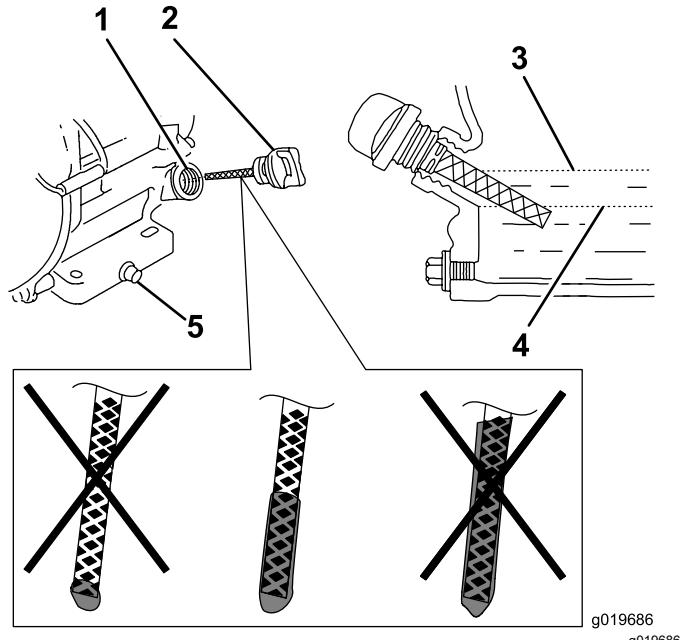

Figura 11
6. Estraete l'asta e controllate il livello dell'olio (Figura 11).